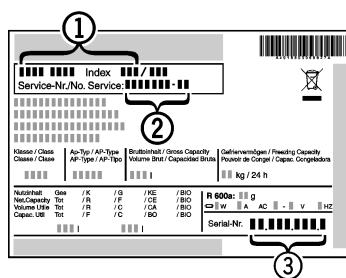

Fig. 7
► Leggere la denominazione dell'apparecchio Fig. 7 (1), il n° assistenza Fig. 7 (2) e il n° di serie Fig. 7 (3) sulla targhetta identificativa. La targhetta identificativa è situata all'interno dell'apparecchio, sul lato sinistro.
- Informare il servizio di assistenza e comunicare il difetto, la denominazione dell'apparecchio Fig. 7 (1), il n° assistenza Fig. 7 (2) e il n° di serie Fig. 7 (3).